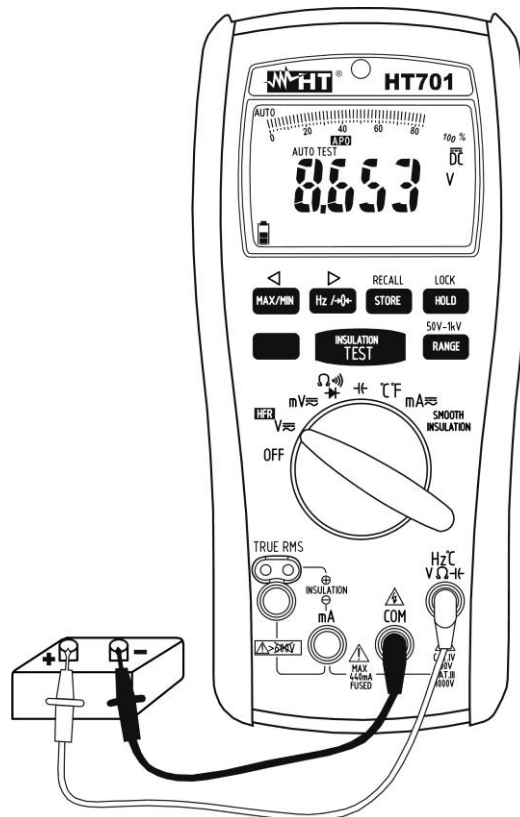

Abb. 2: DC Spannungsmessung
5. Stellen Sie die rote Messleitung und die schwarze Messleitung in die Punkte mit positivem und negativem Potenzial des gemessenen Kreises (siehe Abb. 2). Der Spannungswert erscheint auf dem Display
7. Das Symbol „-“ auf dem Display des Gerätes gibt an, dass die Spannung die umgekehrte Richtung mit Bezug auf die Verbindung in Abb. 2